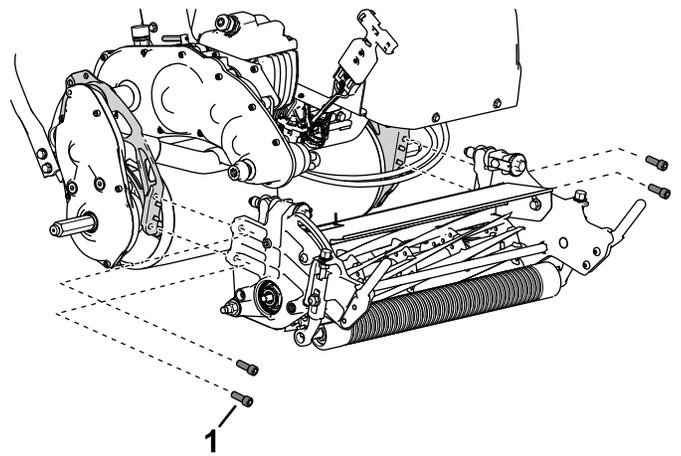

図 7
- A. ソケットヘッドねじ 4 本で Cutting ユニートを機体に取り付ける 図 7。